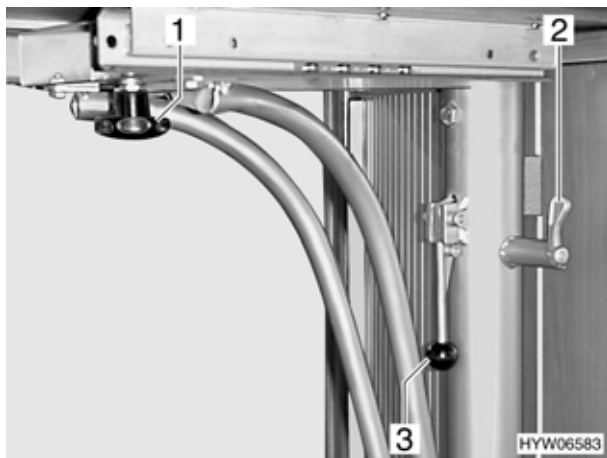

Fig. 4 Tavolo bar con bloccaggio chiuso
- Avvitare la manopola (Fig. 4,1) in senso orario fino all'arresto.
- Ribaltare la leva (Fig. 4,3) verso il basso.
- Ruotare la leva (Fig. 4,2) in senso orario fino all'arresto.